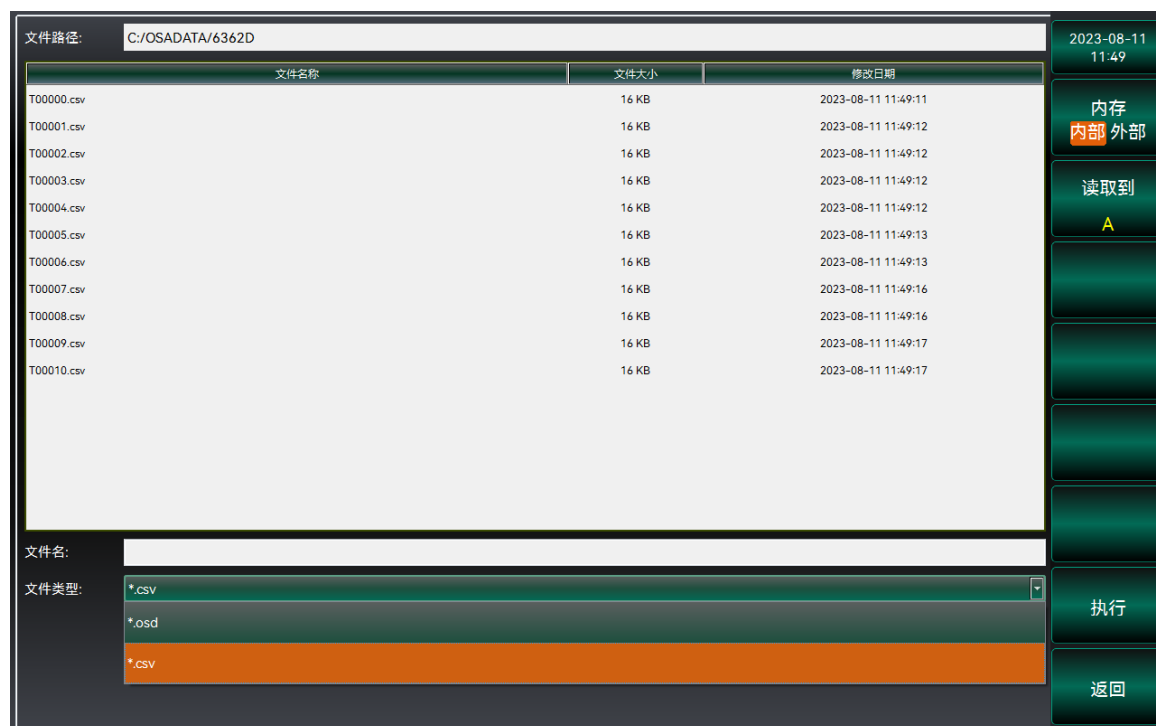

图 3.22 文件打开界面示意图
1. 选择【**读取**】选项，系统将进入文件处理界面，如图 3.22 所示。